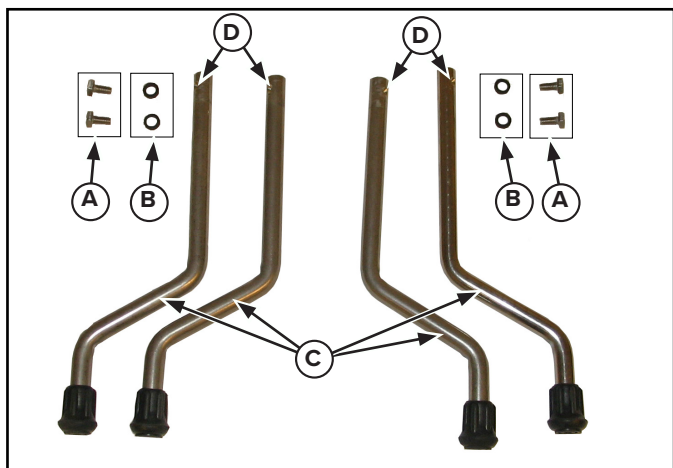

Figure 5. Pieds et visserie pour le Lettuce King I.
- Utilisez les vis à chapeau (A) et les rondelles en caoutchouc (B) pour installer les pieds (C). Voir la figure 5.
- Serrez lentement les vis à chapeau (A) et tournez légèrement les pieds pour que la vis à chapeau (A) entre dans le cran du pied (E). Voir la figure 5.